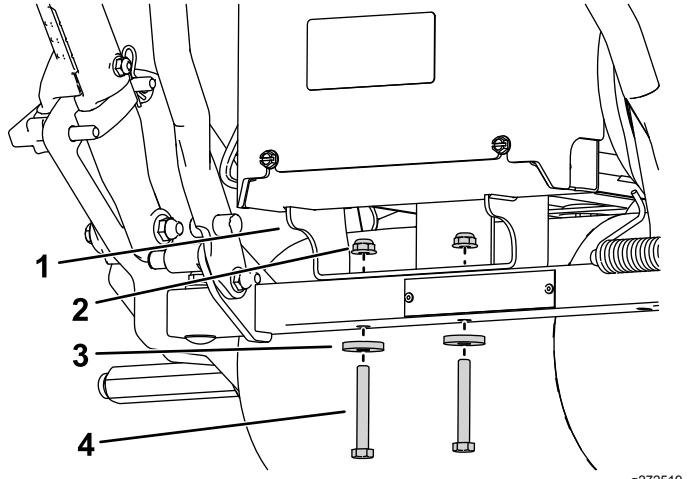

图 5
5. 卸下将电源中心支架固定到机器后部的 2 个螺母、垫圈和螺栓然后将其卸下 图 5。